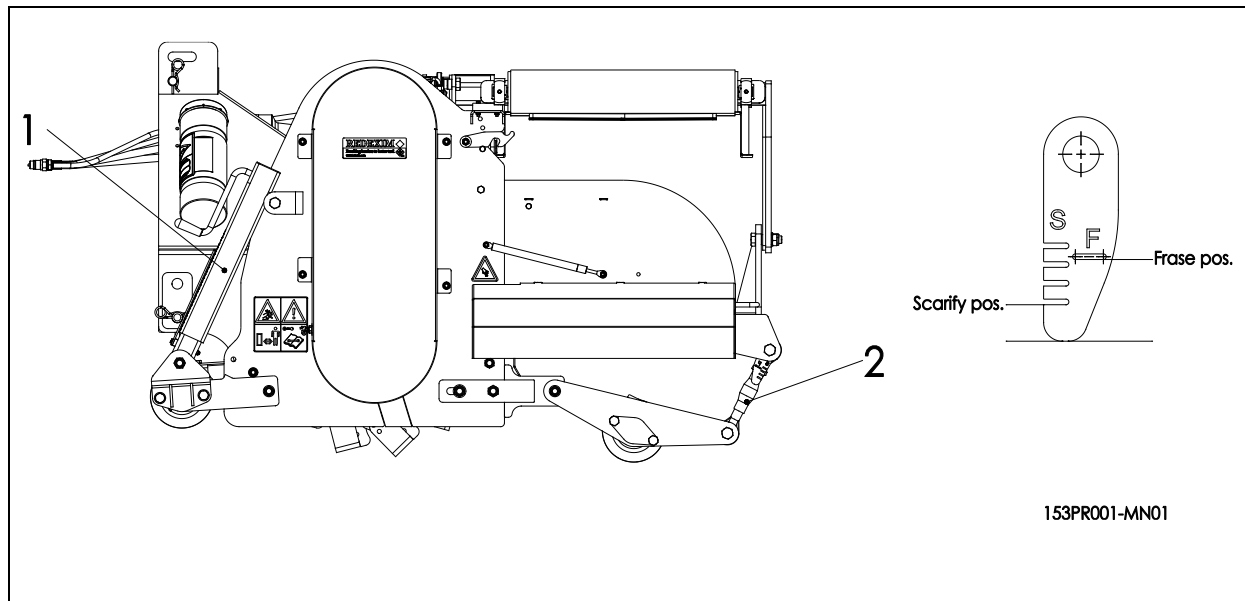

Fig.11
1. Réglez les broches arrière 2 en position de fraisage (Fraser pos.) ; utilisez à cet effet l'indicateur (voir fig.11) et bloquez celles-ci en serrant le contre-écrou.
1. Réglez les broches arrière 2 en position de scarification (Scarify pos.) ; utilisez à cet effet l'indicateur (voir fig.11) et bloquez celles-ci en serrant le contre-écrou.